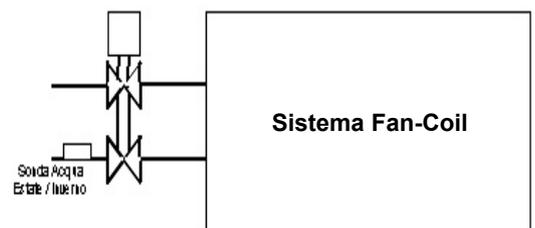

Fig. 7 Colocación del sensor de agua Invierno/Verano
- Sonda de temperatura de agua para el cambio automático Verano/Invierno:** colocar el sensor aguas arriba de la válvula como se muestra en Fig. 7.
- Sonda de temperatura de agua para el cambio automático Verano/Invierno y habilitación de arranque de ventilador:** colocar el sensor como se muestra en Fig. 7.